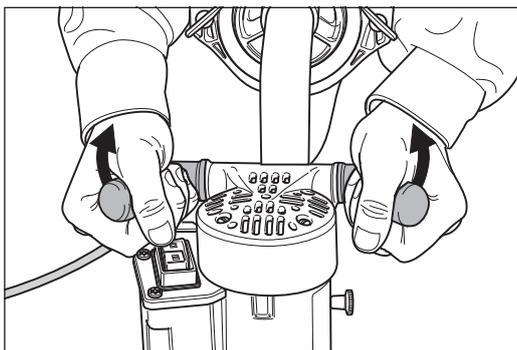

Abb. 9 Immer vor dem Einschalten und vor dem Ausschalten die Maschine etwas nach hinten kippen.
- **Immer vor dem Einschalten die Maschine etwas nach hinten kippen (Abb. 9), so dass die Schleifscheibe vom Boden abgehoben wird!**
- 1 **Kippen Sie die Maschine etwas nach hinten (Abb. 9)!**
**Immer vor dem Ausschalten die Maschine etwas nach hinten kippen (Abb. 9), so dass die Schleifscheibe vom Boden abgehoben wird!**
- 1 Kippen Sie die Maschine etwas nach hinten (Abb. 9)!**